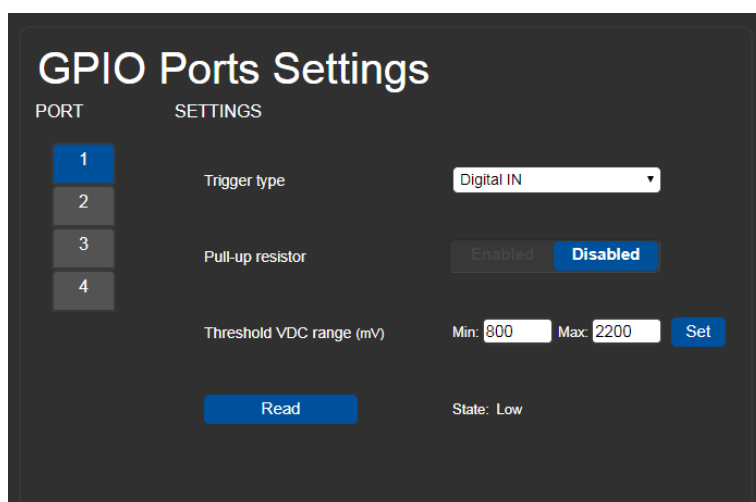

Рис. 10. Страница настройки GPIO-портов — Тип триггера (цифровой вход)
1. Выберите Digital IN в поле Trigger type на странице настройки GPIO-портов (рисунок 10).
На экране появятся опции настройки цифрового входа (рисунок 10).
1. Выберите Digital OUT в поле Trigger type на странице настройки GPIO-портов (рисунок 10).
1. Выберите Analog IN в поле Trigger type на странице настройки GPIO-портов (рисунок 10).